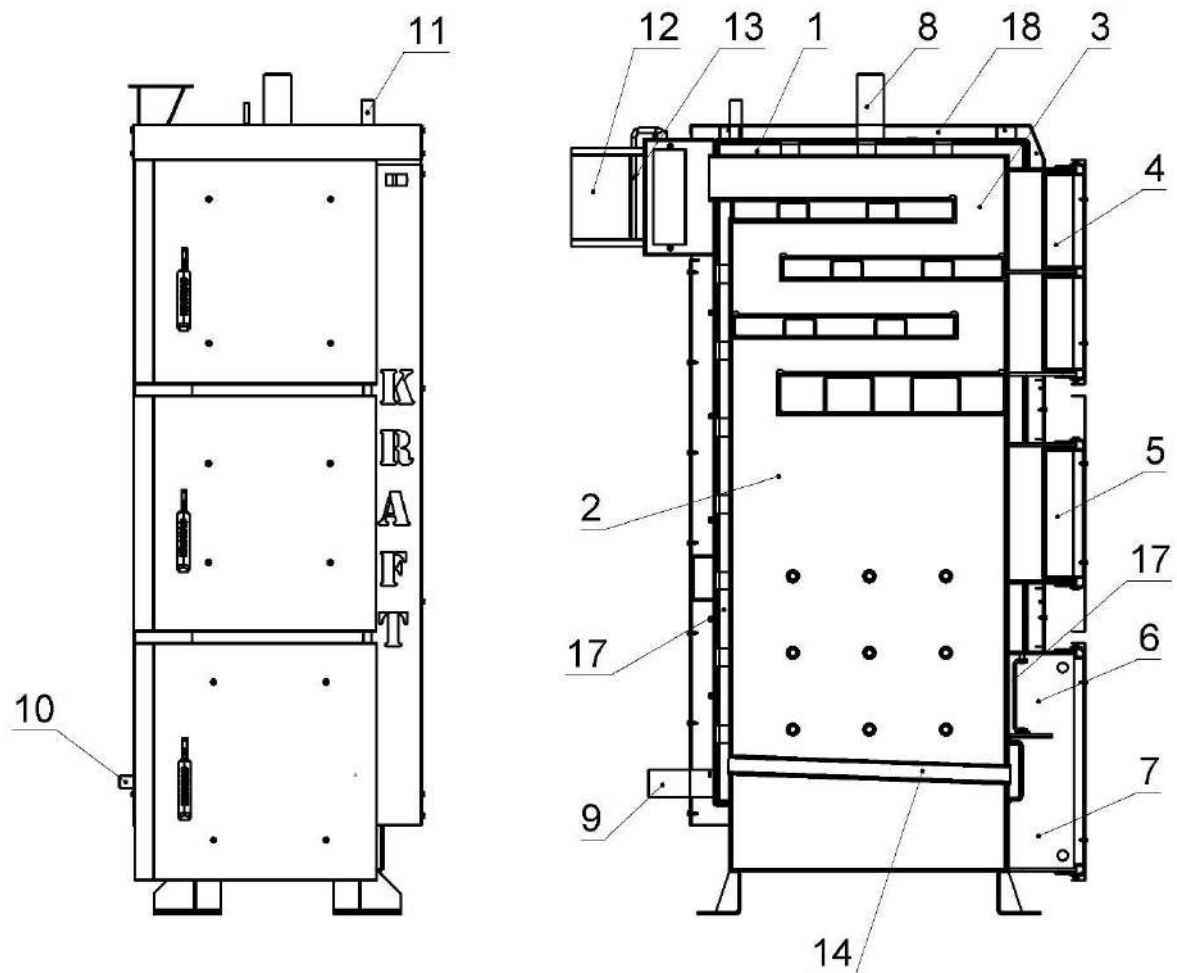

Рисунок 5.1 – Зовнішній вигляд та основні елементи котла типу КТ
Конструктивно котел являє собою збірно-зварену конструкцію, що складається з корпуса (поз. 1, рис. 5.1) з камерою згоряння (топкою) (поз. 2, рис. 5.1). Над топкою розташована конвекційна частина котла (поз. 3, рис. 5.1), що являє собою високоефективний чотирьохходовий теплообмінник.
Корпус котла виконаний в формі паралелепіпеду з подвійними стінками, які розділені водними перегородками (поз. 17, рис. 5.1). На зовнішній поверхні корпуса під декоративною обшивкою закріплена теплова ізоляція. (поз. 18, рис. 5.1). Паливо для процесу спалення завантажується на колосникові ґрати (поз. 14, рис. 5.1) крізь завантажувальні дверцята (поз. 5, рис. 5.1). Колосникові ґрати виконані з товстостінних безшовних труб по яких постійно циркулює вода з водяної оболонки котла, що унеможлиблює їх прогорання. Згоряння палива в топці відбувається за участю повітря, яке постачається під колосникові ґрати припливним вентилятором. Кількість повітря, необхідного для процесу згоряння, регулюється автоматично блоком автоматики управління.
Підведення і відведення теплоносія здійснюється відповідно через патрубки зворотної мережної води (поз. 9, рис. 5.1) і прямої мережної води (поз. 8, рис. 5.1).
Топочні гази виходять у димохід крізь боров (поз. 12, рис. 5.1), розташований у задній частині котла. Боров обладнано вбудованим дросельним клапаном продуктів згоряння – шибером (поз. 13, рис. 5.1). У випадку надто високої тяги у димоході шибер дає можливість її знизити шляхом часткового перекривання вихідного отвору борова.
У верхній частині корпусу котла розташований штуцер для встановлення групи безпеки котла (поз. 11, рис. 5.1).
На бічній стінці котла у нижній її частині розміщено штуцер для зливу води з котла (поз. 10, рис. 5.1).
- дверцята для періодичного обслуговування (чищення) конвекційної частини котла (поз. 4, рис. 5.1);
- ревізійний дверцята (поз. 6, рис. 5.1) для періодичного чищення колосникових ґрат;
- дверцята зольника (поз. 7, рис. 5.1) для можливості спорожнення зольника.